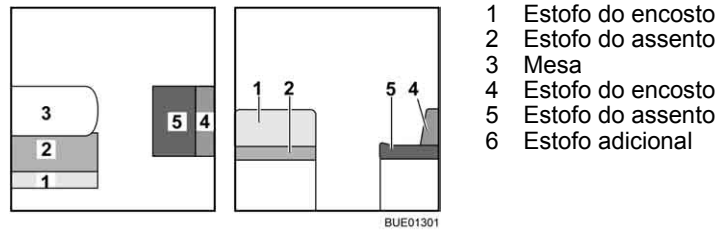
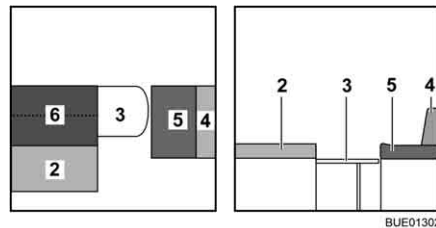

Fig. 128 Antes da transformação
Fig. 129 Durante a transformação
- Transforme a mesa (Fig. 128,3) em base para cama (ver ponto 6.11).
- Retire o estofado do encosto (Fig. 128,1) e coloque-o de lado.
- ▷ Dependendo do modelo, pode usar o estofado do encosto (Fig. 128,1) em vez do estofado adicional (Fig. 129,6).
- Desdobre o estofado adicional (Fig. 129,6) e coloque-o sobre a mesa.